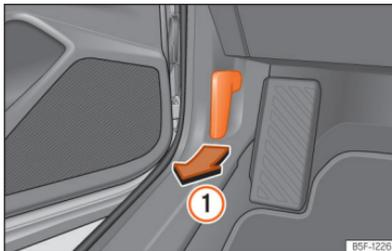

Abb. 219 Entriegelungshebel im Fahrerfußraum.
- Öffnen Sie die Tür und ziehen Sie an dem Hebel unterhalb der Instrumententafel >>> **[Abb. 219]** ①.